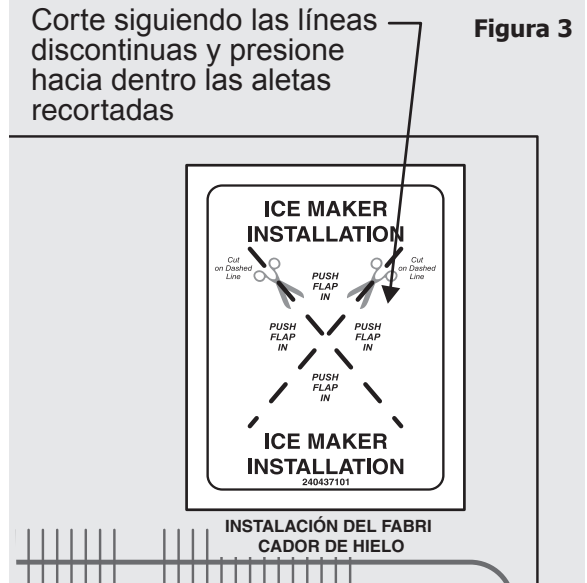

Figura 3
7. Utilice un cuchillo pequeño de cocina para cortar la etiqueta de instalación del fabricante de hielo por las líneas discontinuas; la etiqueta se encuentra en el panel trasero del refrigerador, en la esquina superior derecha. Vea la figura 3. Presione hacia dentro las aletas recortadas hasta que se adhieran a la unidad.